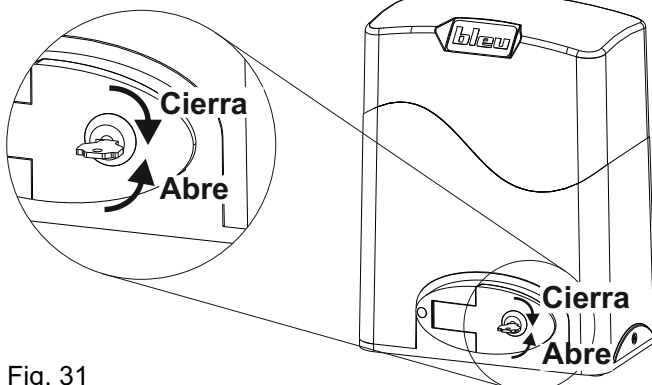

Fig. 31
- Insertar la llave de desbloqueo y girarla 90 ° en sentido antihorario (Fig.31)